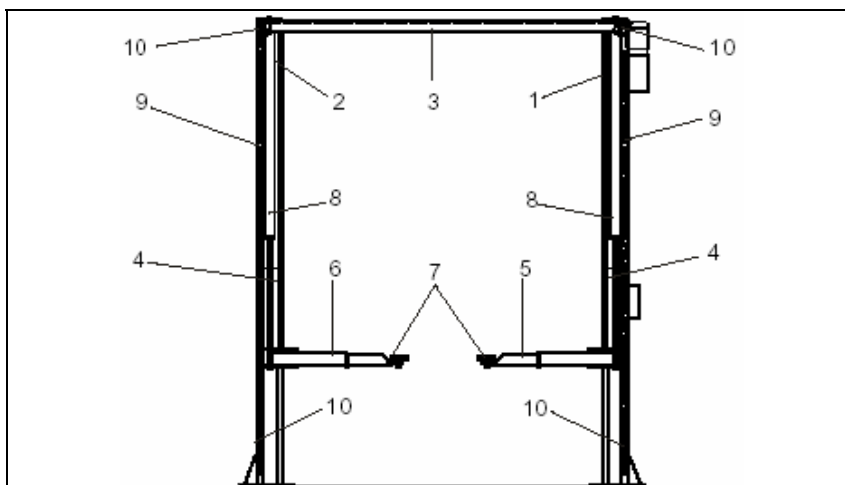

Рис. 4 Элементы закрепляемой конструкции
СБОРКА ЗАКРЕПЛЯЕМОЙ КОНСТРУКЦИИ (Рис. 4)
УСТРОЙСТВА ПОДЪЕМА (Рис.4)
Устройство для выполнения подъема (см. Рис. 4)
- Устройство синхронизации для контроля перемещения кареток. Система состоит из 2 тросов (поз. 9, Рис.4) и 4 возвратных шкивов (поз.10, Рис. 4).